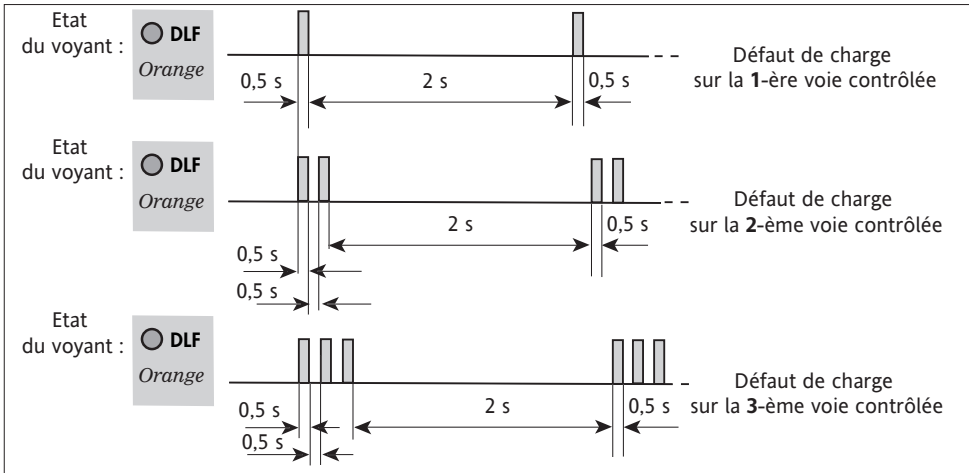

Figure 3-3 Indication par le voyant «DLF» le défaut charge survenu sur les différentes voies
- L'indication de la voie **en défaut** de charge se fait en Option DLF par le clignotement significatif du voyant «**DLF**» (voir figure 3-3).
Sur la figure 3-3 sont présentés les **3 types de clignotement** en cas de détection du défaut de charge sur les différentes voies du contacteur statique 7300S.